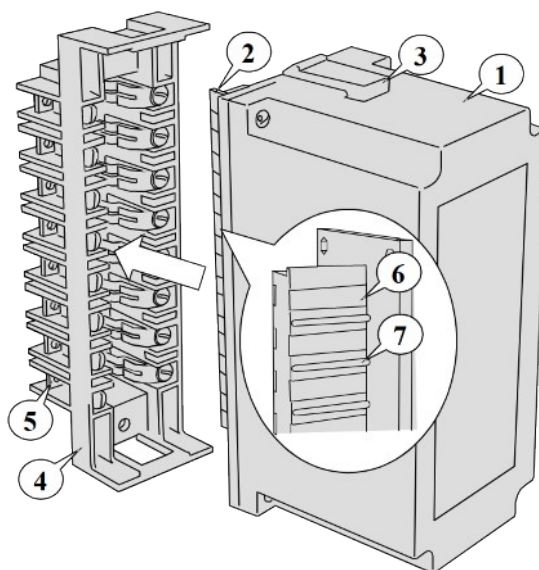

Рисунок 21
7.3.1 Преобразователи имеют унифицированные пластмассовые корпуса штепсельного типа. (рисунок 21).